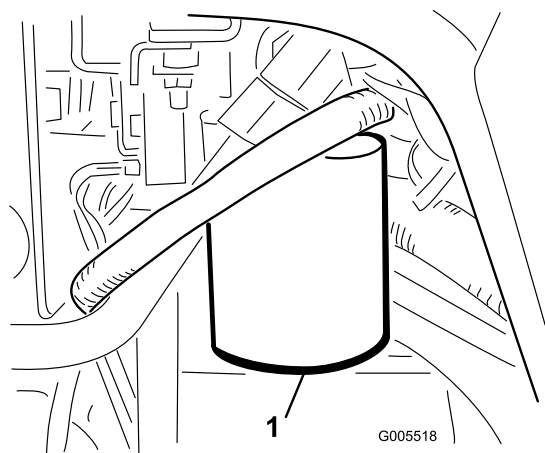

Figura 60
1. Pulite la superficie circostante il filtro (Figura 60). Collocate una bacinella di spurgo sotto il filtro e togliete il filtro.